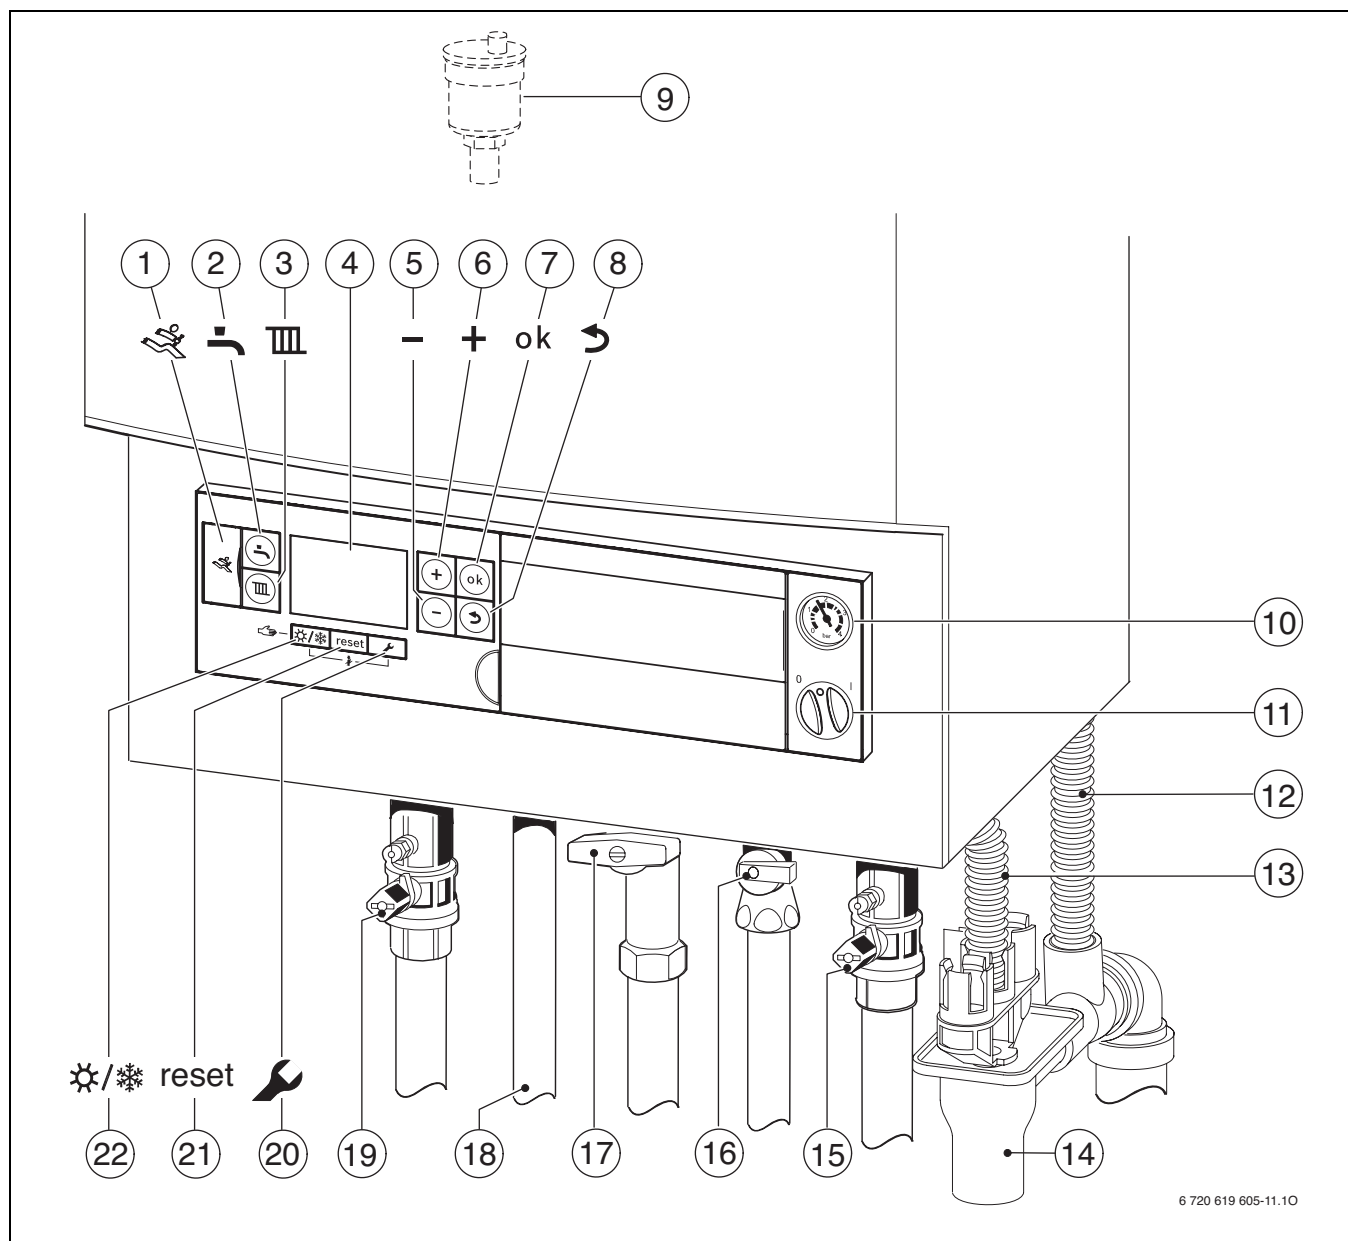

Bild 21
- Öppna framledningskranen och returledningskranen (→ bild 21, [15] och [19], sida 30).
- För HighLine 24 Combi: öppna kallvattenkranen (→ bild 21, [16]).
- Öppna gaskranen (→ bild 21, [17]).
- Öppna den automatiska avluftaren (låt den vara öppen) (→ bild 21, [9], sida 30).